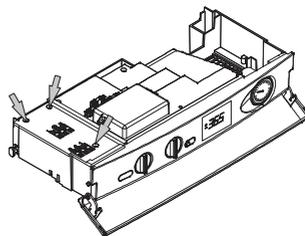

Рисунок 5.13
- Открутите соответствующие винты и снимите крышку клеммной колодки (см. Рисунок 5.13)